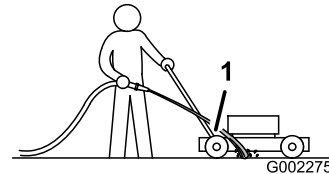

Figura 20
3. Țineți furtunul de grădină la nivelul mânerului și direcționați fluxul de apă pe pământ, chiar în fața roții dreapta spate (Figura 20).